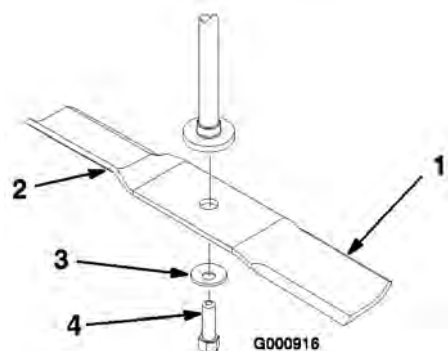

Figure 38
Tenez la lame à son extrémité avec un chiffon ou un gant épais. Enlevez de l'axe, le boulon, la rondelle bombée et la lame (Figure 38).
1. Placez la lame sur l'axe (Figure 38).
- Montez la rondelle bombée (face concave vers la lame) et le boulon de lame (Figure 38). Serrez les boulons de lame à 47-88 Nm (35-65 pieds-livre).